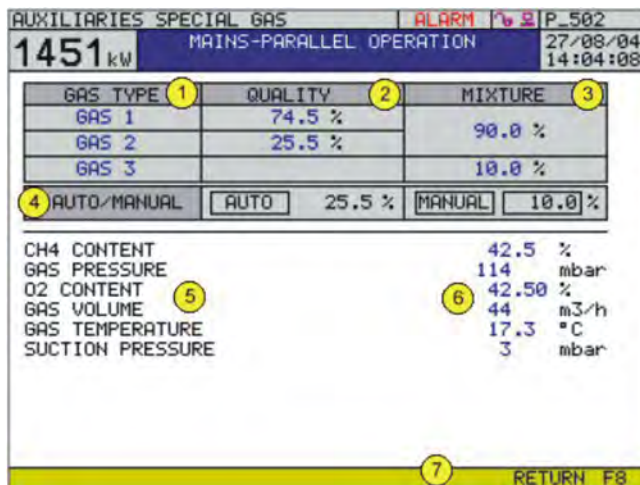

Abbildung 4: Hilfsbetriebe Sondergas Bild mit Angaben zu Mischgasbetrieb und Gasqualitätsinformationen
Es gibt für die Gasarten 1-2/3 und 1/3 einen Anwahlbutton Mischungsverhältnis automatisch / manuell (siehe Abbildung 4: Hilfsbetriebe Sondergas Bild mit Angaben zu Mischgasbetrieb und Gasqualitätsinformationen ④). Dieser Button ist ab Level 15 - „Erweiterten Kunden“ zugänglich.